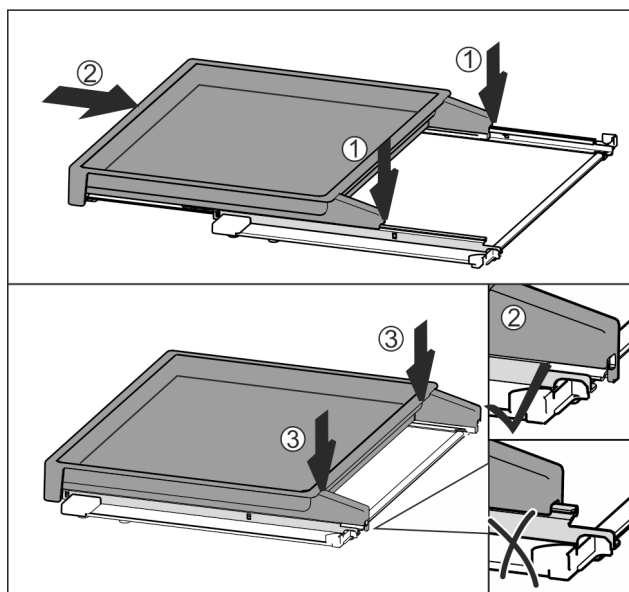

Fig. 115
- Plateau op het midden van de rails plaatsen Fig. 115 (1).
- Uitschuifplateau volledig erin schuiven Fig. 115 (2).
- Tegen de achterkant drukken tot deze hoorbaar vastklikt Fig. 115 (3).